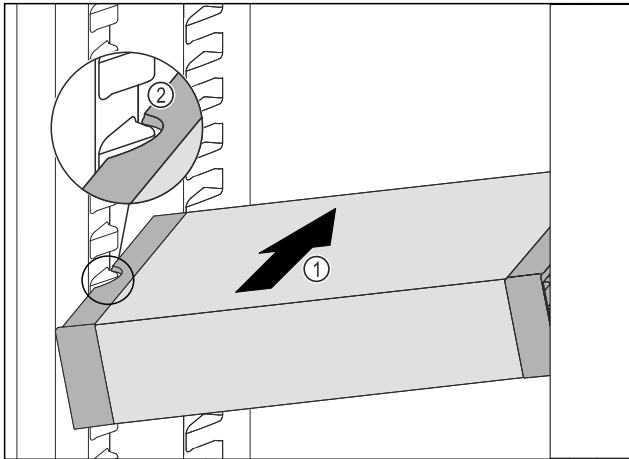

Fig. 87
- VarioSafe schräg in das Kühlteil einschieben Fig. 87 (1), bis sich die seitlichen Aussparungen Fig. 87 (2) des VarioSafes auf Höhe der Behälterrippe im Kühlteil befinden.